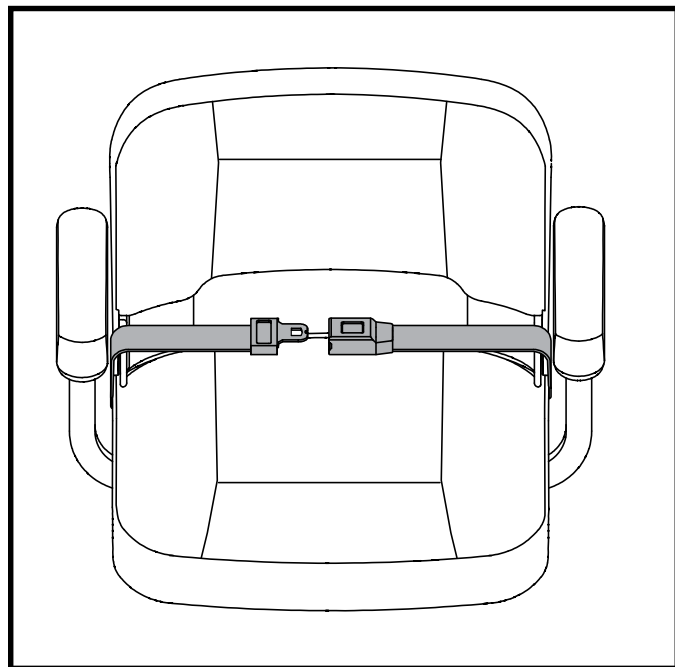

Figura 17. Cinture di sicurezza- Cintura di sicurezza con aggancio metallico
1. Inserire il gancio metallico del lato destro della cintura nella chiusura di plastica al lato opposto spingendo fino a sentire un “click”. **Vedere figura 17.**